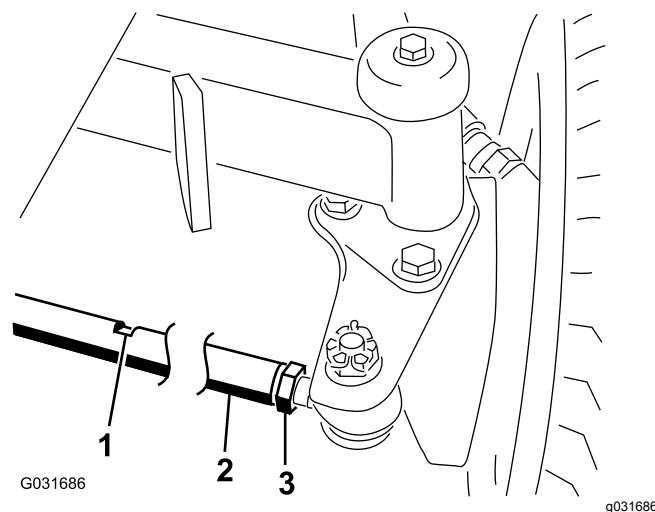

Bild 67
2. Lösen Sie die Klemmmutter an jedem Ende der Spurstange (Bild 67).